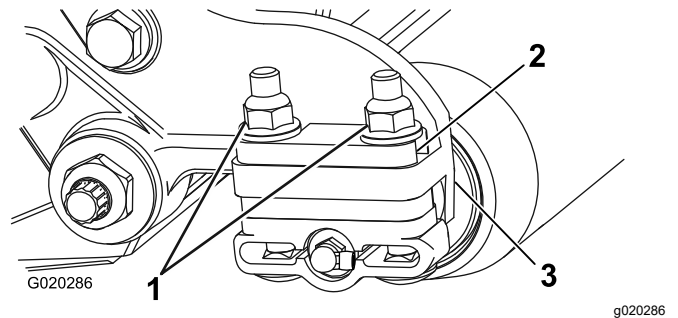

Figura 6
1. Retire las 2 contratueras con arandela prensada que sujetan cada soporte de rodillo a las chapas laterales (Figura 6).